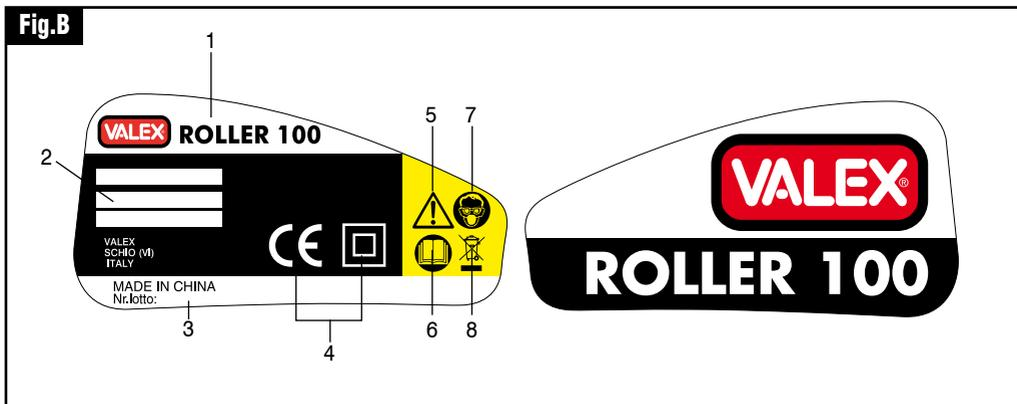

Fig.C1
MESSA IN SERVIZIO (FIG. C1 e C2)
- 1) Assemblare il rullo al proprio supporto ed al manico di prolunga come in figura (Fig.C1)